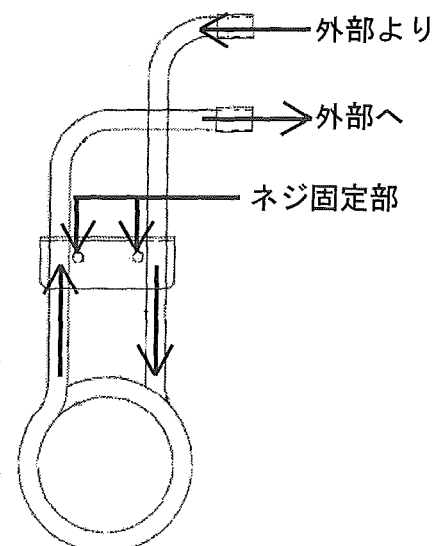

図3. 液体の流れ
2. 本商品の接続部2ヶ所のうち、上側の接続部から外部の冷却水が流れ込み、下側の接続部から流れ出るようにチューブ (別売) を接続ください。取付け後の液体の流れは図3をご参照ください。